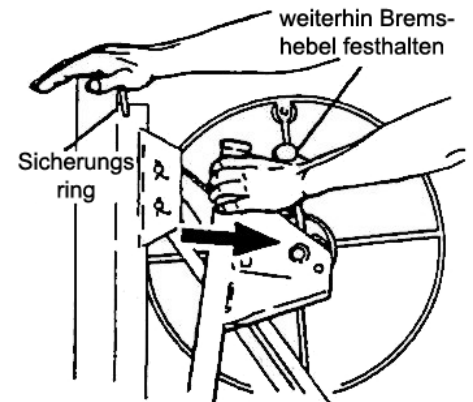

Bild 4
- c. Legen Sie Ihre rechte Hand auf die Rahmenoberseite. Halten Sie den Bremshebel weiterhin fest um ein zurückschlagen des Drahtseils zu verhindern, ziehen Sie die gesamte Winde zu sich (Bild 4)